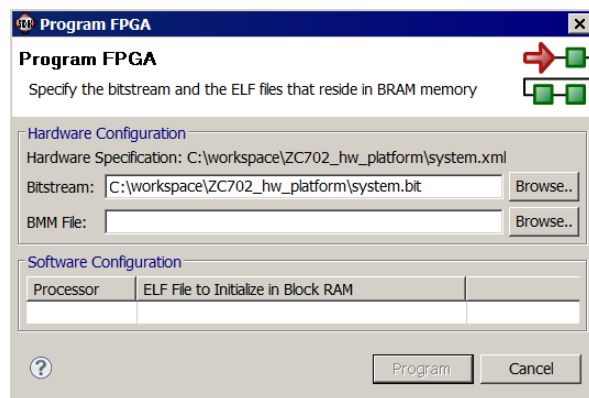

図 3-11 : [Program FPGA] ダイアログ ボックス
6. PL ファブリックのビットストリームがすでにあるため、これをダウンロードします。まず、[Xilinx Tools] → [Program FPGA] をクリックします。図 3-11 に示す [Program FPGA] ダイアログ ボックスが開きます。PlanAhead からエクスポートされたビットストリームが表示されます。